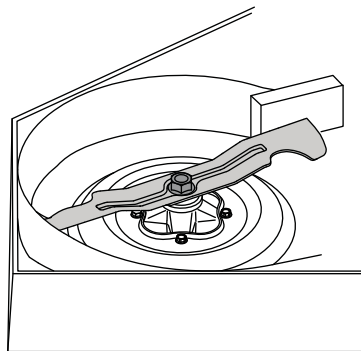

Figure 4-25
2. À l'aide d'une clé de 1½", retenez l'écrou sur le haut de la fusée, puis desserrez le boulon qui fixe la lame à la fusée. Pour desserrer plus facilement l'écrou qui fixe la lame, placez un petit bloc de bois entre le plateau de coupe et le tranchant de la lame. Voir Figure 4-25.